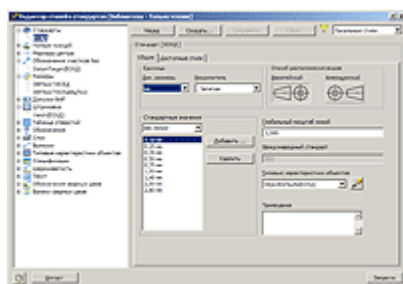

Рисунок 14
14. Настроить стили оформления чертежа можно в редакторе стилей и стандартов, который вызывается из главного меню «Формат» – «Редактор стилей». Можно создать, как свой пользовательский стиль оформления, так и отредактировать и сохранить уже существующий (см. Рисунок 14).